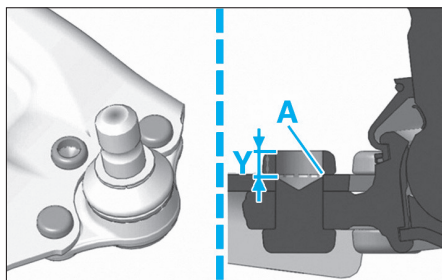

FIG. 26
• A l'aide d'un foret de 10 mm, percer sur une perceuse Y = 5.0 mm, les 3 rivets (Fig.26).